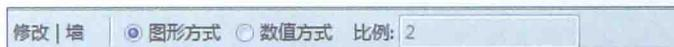

图1-11
- 缩放：选择图元，单击“缩放”工具，在选项栏中选择缩放方式，选中“图形方式”单选按钮，则单击整道墙体的起点、终点，以此作为缩放的参照距离，再单击图元新的终点，确认缩放后的大小距离。选中“数值方式”单选按钮，则直接缩放比例数值，单击绘图区域完成修改，如图 1-11 所示。管道不可以缩放。